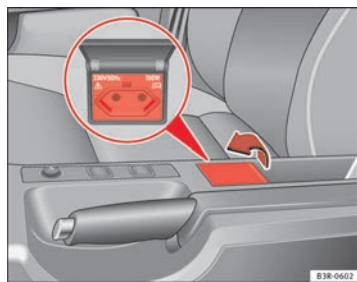

Abb. 137 Mitte der Mittelkonsole: 230-Volt-Steckdose.
- Die Kappe zum Öffnen anheben ⇒ Abb. 137.